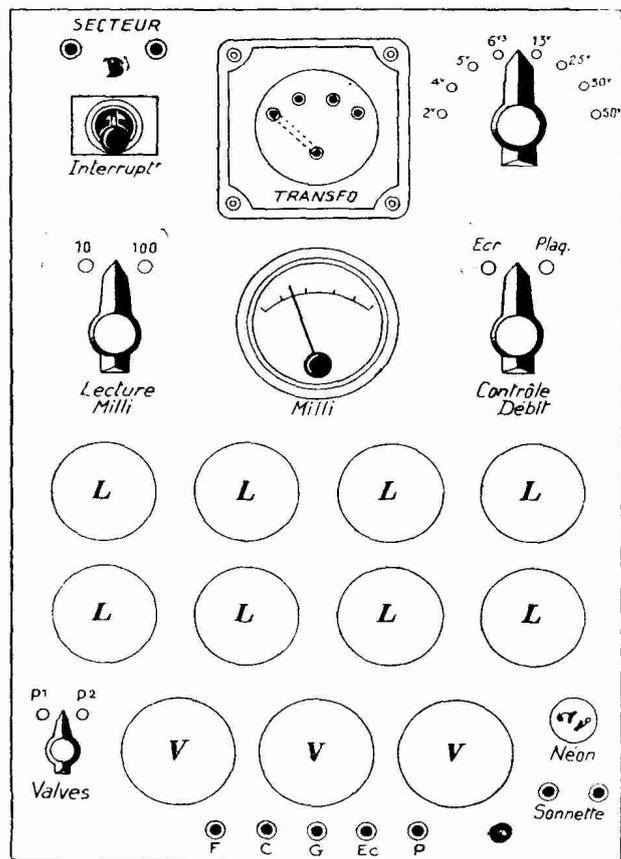

Fig. 22
Prévoyez donc autant de supports de lampes (L) que vous envisagez de modèles de tubes et autant de supports de valves (V) pour les redresseuses à essayer. Un minimum est indiqué dans la figure 22.
La présentation du deuxième lampemètre peut être celle de la figure 22. Dans les 2 cas la valve de redressement pourra être mise à l'intérieur du châssis sur un support fixé sur une large équerre, prévoir des trous d'aération sur le côté du coffret. Si l'on donne des dimensions plus grandes à ce coffret que celles que nous avons prévues, on pourra placer la valve sur le dessus du plateau d'assemblage, à l'air libre, son encombrement nécessitera alors un couvercle assez haut.